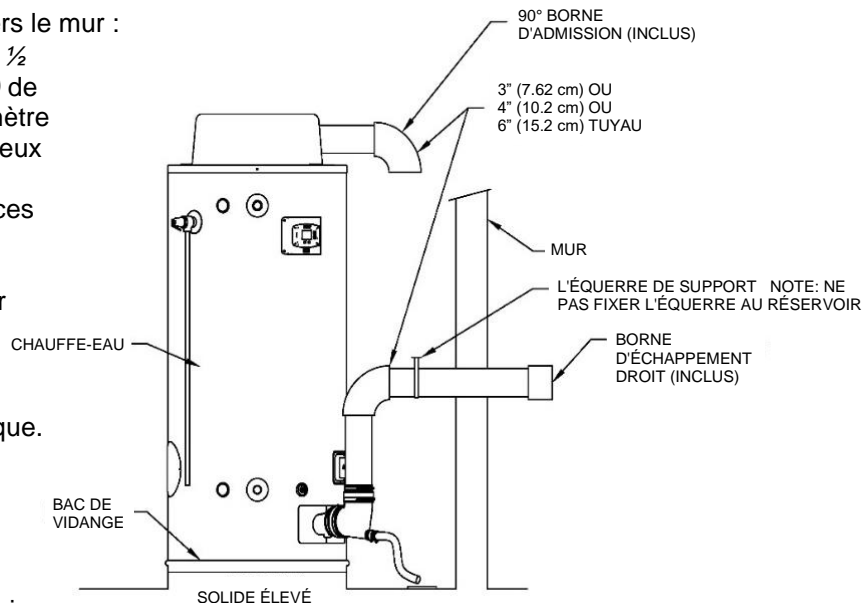

Figure 16 — Horizontal typique
2. Utilisez le ciment ou le mastic approprié pour sécuriser la borne de ventilation d'échappement fournie avec le chauffe-eau aux tuyaux en plastique. La distance entre le bord arrière de la borne d'évacuation d'air et la paroi extérieure (voir Figure 16) doit être de 15,2 cm (6 po). Utiliser le bon ciment approprié pour fixer les joints du connecteur d'évent entre la borne et la sortie du ventilateur. Prévoir des supports pour chaque 3 pi (0,92 m) de tuyau de ventilation horizontal.